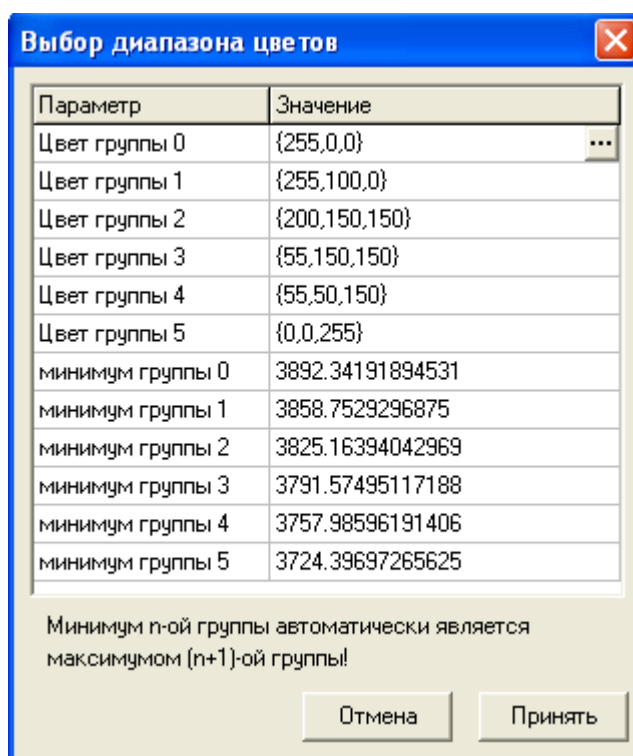

Рис. 3-8. Окно редактирования диапазона и цвета.
- **Диапазон и цвета.** Этот пункт меню позволяет изменять стандартные настройки цветового обозначения величины потенциалов на расчетной схеме. При выборе этого пункта открывается диалоговое окно (Рис. 3-8). По умолчанию, весь диапазон получившихся после расчета значений (потенциала в точке или напряжения шага) делится равномерно на 6 групп (за исключением расчета магнитных полей). Диапазоны изменения величины магнитного поля поделены на группы в соответствии с классами жесткости испытаний аппаратуры на воздействие различных магнитных полей (в соответствии с ГОСТ Р 50648-94 и ГОСТ Р 50649-94).